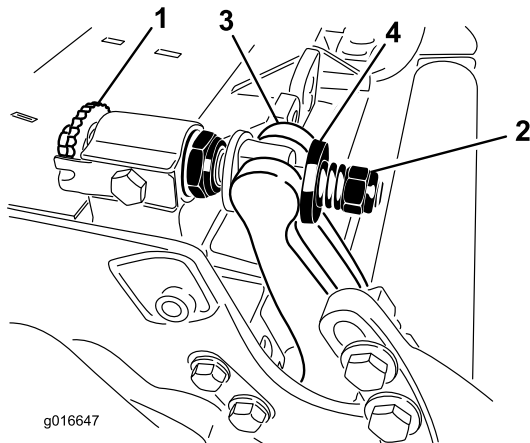

Figura 26
1. Ruotate le viti di regolazione della barra di appoggio in senso antiorario per allontanare la controlama dal cilindro (Figura 26).
2. Allentate il dado di tensione della molla finché la rondella non sarà più in tensione contro la barra di appoggio (Figura 26).